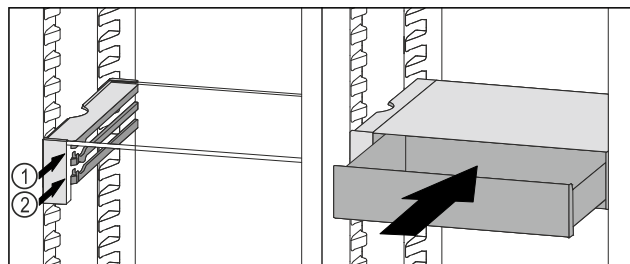

Fig. 114
- Asetage VarioSafe-sahtel peatajate taga soovitud ribile Fig. 114 (1) või Fig. 114 (2).